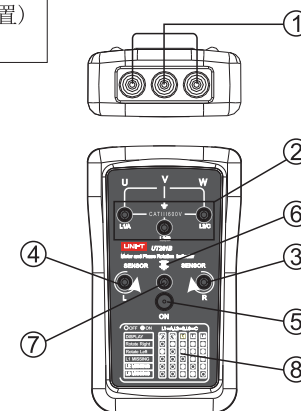

图1
仪器指示灯、按钮和插孔如图1所示
- 将UT261B放在马达上，与马达传动轴平行，其底部朝向马达的传动轴（即UT261B的摆放方向与马达的摆放方向恰好相反）。请参照图1上的马达方位符号方向。